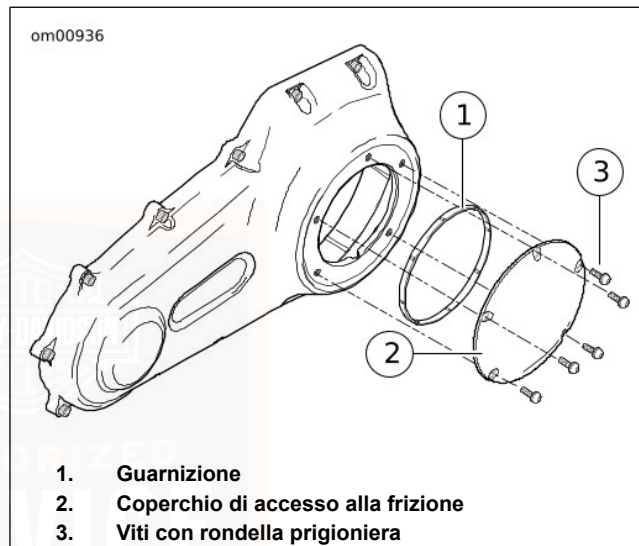

Figura 38. Coperchio della frizione
2. Vedere Figura 38. Con un cacciavite T-27 TORX, togliere cinque viti (3) (con le rondelle prigioniere) per staccare il coperchio di accesso alla frizione (2) dal coperchio del carter della catena della trasmissione primaria.